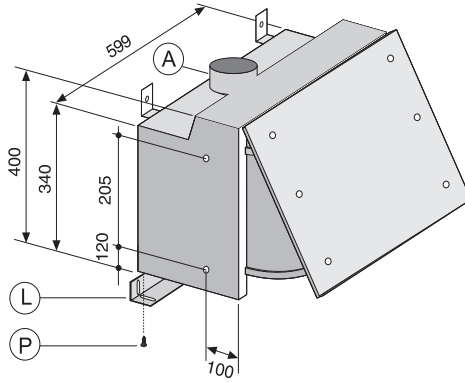

Fig. 1
- Boor twee gaten met een diameter van 2,5 mm in de zijkant van de keukenkastjes zoals blijkt uit het schema in fig. 1, waarbij u rekening dient te houden met de dikte van het frontpaneel.
- Gebruik hiervoor de speciale schroeven P (fig. 1).